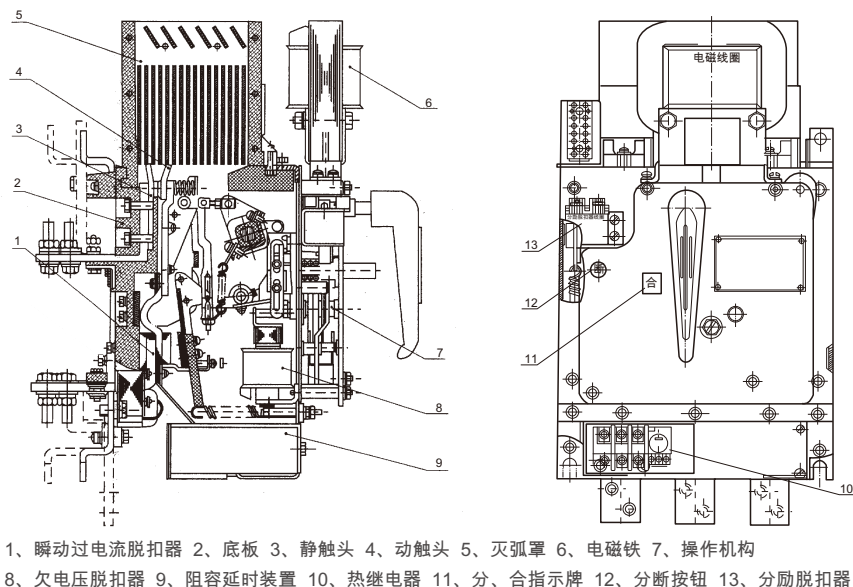

图2 DW15断路器结构图
5.1.1 断路器为立体布置形式，触头系统、瞬时过电流脱扣器、左右侧板安装在一块绝缘板上，上部装有灭弧系统，操作机构可装在正前方或右侧方，有“分”、“合”指示及手动按钮断开机构。在上方装有分励脱扣器，后部装有欠电压脱扣器与脱扣半轴相连，欠电压延时阻容装置、热继电器分别装在断路器下方。如图2所示。
3. 操作机构储能不到位（见附图2虚线位置） a) 机构中各转轴不灵活，摩擦大 b) 杠杆顶端有毛刺，与半轴之间的摩擦力过大	a) 调节底板和面板轴孔的同轴度，使轴转动灵活 b) 磨去毛刺，加润滑油
4. 杠杆与半轴啮合量小 a) 欠压脱扣器拉杆调节过高，使半轴上的螺杆上移 b) 分励脱扣器铁芯被卡死，不能复位 c) 脱扣轴上推杆调节过高	a) 重新调节，使杠杆与半轴啮合量≥1.2，见附图2 b) 调节铁芯，使动作灵活 c) 适量调节推杆高度